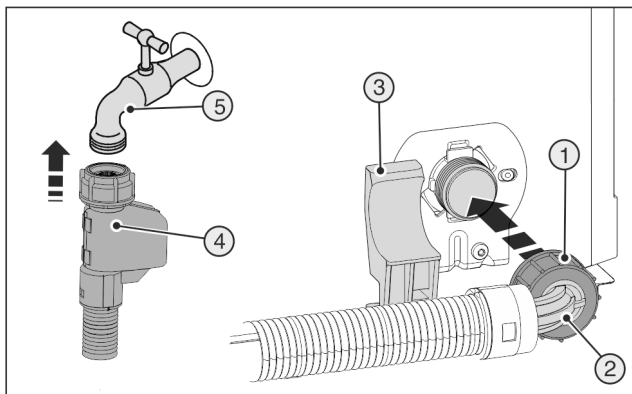

Fig. 8
- ▶ Pripojte rovný koniec hadice Fig. 8 (4) k uzatváraciemu kohútovi Fig. 8 (5).